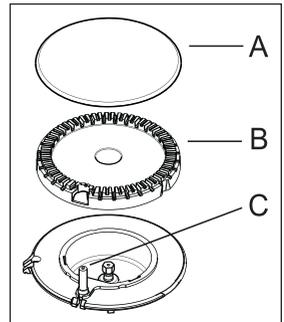

Fig. 1
2. appuyez en même temps la commande du brûleur choisi, et tournez-la vers la gauche jusqu'au repère de débit maximum 🔥. Si, après plusieurs tentatives, le brûleur ne s'allume pas, vérifiez que le chapeau (Fig.1-lett.A) et la couronne (Fig.1-lett.B) du brûleur soient placés correctement.
En cas de coupure d'électricité, vous pouvez utiliser votre table de cuisson sans avoir recours au système automatique. Pour cela, présentez une flamme au brûleur. Si, après plusieurs tentatives, le brûleur ne s'allume pas, vérifiez que le chapeau (Fig.1-lett.A) et la couronne (Fig.1-lett.B) du brûleur soient placés correctement.
- en cas de coupure d'électricité, vous pouvez utiliser votre table de cuisson sans avoir recours au système automatique. Pour cela, présentez une flamme au brûleur. Si, après plusieurs tentatives, le brûleur ne s'allume pas, vérifiez que le chapeau (Fig.1-lett.A) et la couronne (Fig.1-lett.B) du brûleur soient placés correctement.